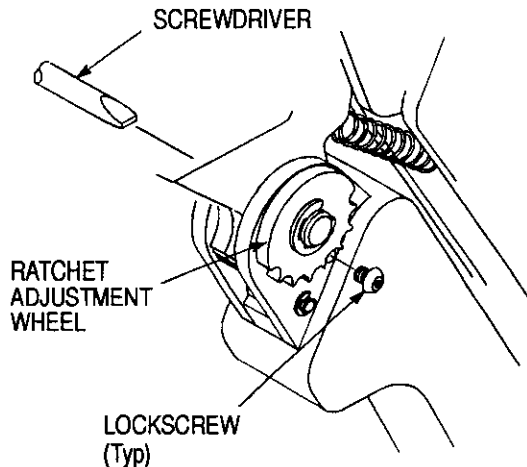

Figure 5
**6. CRIMP HEIGHT ADJUSTMENT (Figure 5)**